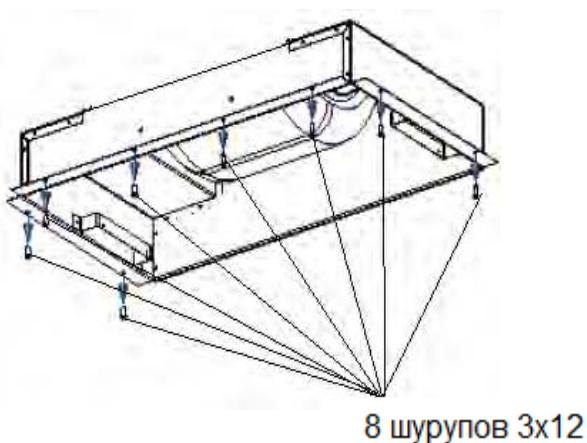
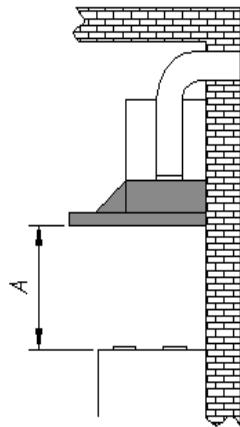

Рис. 5
Рис. 6
4. После снятия маскировочного экрана, привинтите корпус вытяжки (рис. 5) к шкафу с помощью восьми шурупов (4) (рис. 1), сохраняя минимальное расстояние 65 см между нижним краем вытяжки и поверхностью для приготовления пищи на плите (рис. 6).